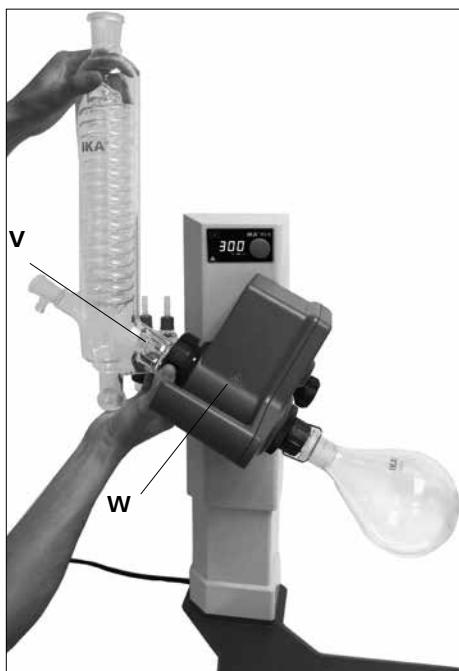

Fig.17
- Установите конденсатор на привод вращения (**W**) и вручную затяните колпачковую гайку. (Fig.17)